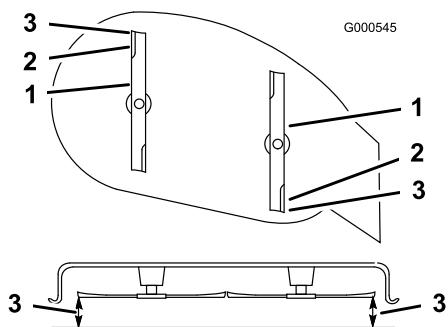

Figure 46
- Réglez la hauteur de coupe à la position **D** [76 mm (3 pouces)] et tournez les lames avec précaution dans le sens longitudinal (Figure 46).
- Mesurez la distance entre la pointe de la lame avant et la pointe de la lame arrière par rapport à la surface plane (Figure 46). Si la pointe avant de la lame n'est pas de 1,6 à 7,9 mm (1/16 à 5/16 pouce) plus bas que la pointe arrière, réglez les contre-écrous avant.